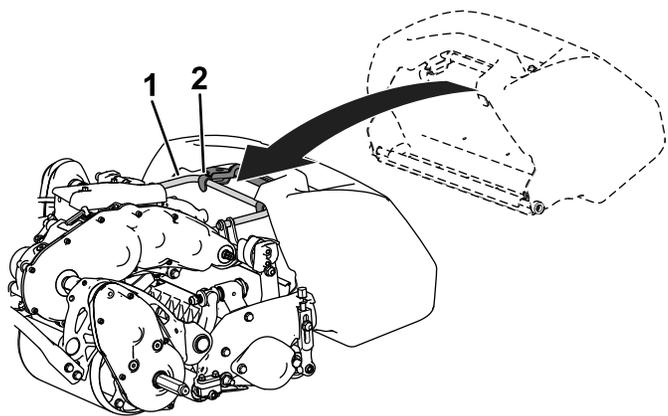

Figura 4
2. Guidate il bordo del cesto tra le piastre laterali degli apparati di taglio e sopra il rullo anteriore (Figura 4).
3. Montate i ganci del cesto sopra l'anello del telaio (Figura 4).